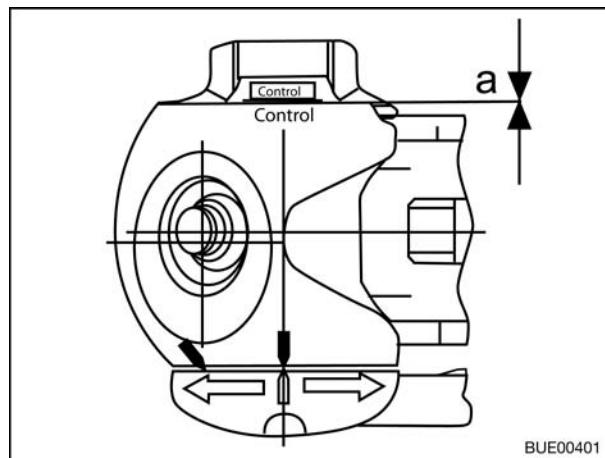

Fig. 97 Controllo usura
- Distanza  $a = 0$  (Fig. 97):